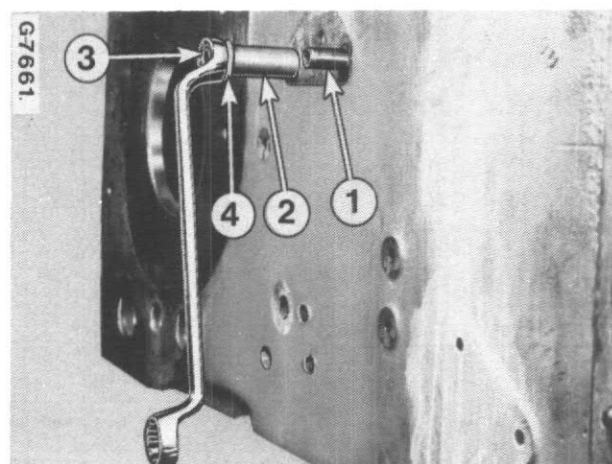

Figure 15
Retirez les axes-pivots (1, Fig. 15), des deux côtés du carter de transmission en utilisant l'outil spécial (2).